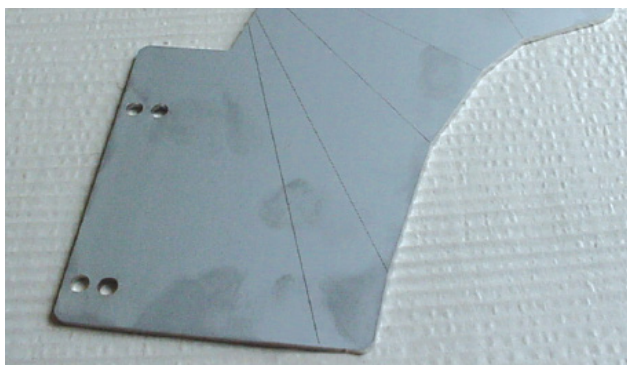

Fig. 6.12
- Het graveren van plaatdelen kan vervolgbewerkingen vergemakkelijken. Denk aan het graveren van zetlijnen bij moeilijk te kanten producten. (Fig. 6.12)